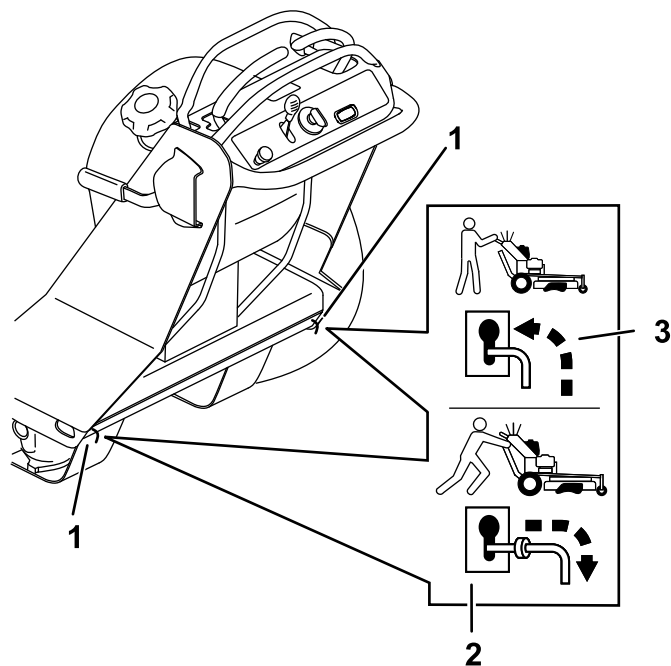

Figura 65
4. Mova ambas as alavancas de derivação para trás através do orifício da chave e para baixo para as bloquear no lugar (Figura 65).
7. Desligue o motor e mova as alavancas de derivação para a frente através do orifício da chave e para baixo para as bloquear no lugar (Figura 65).